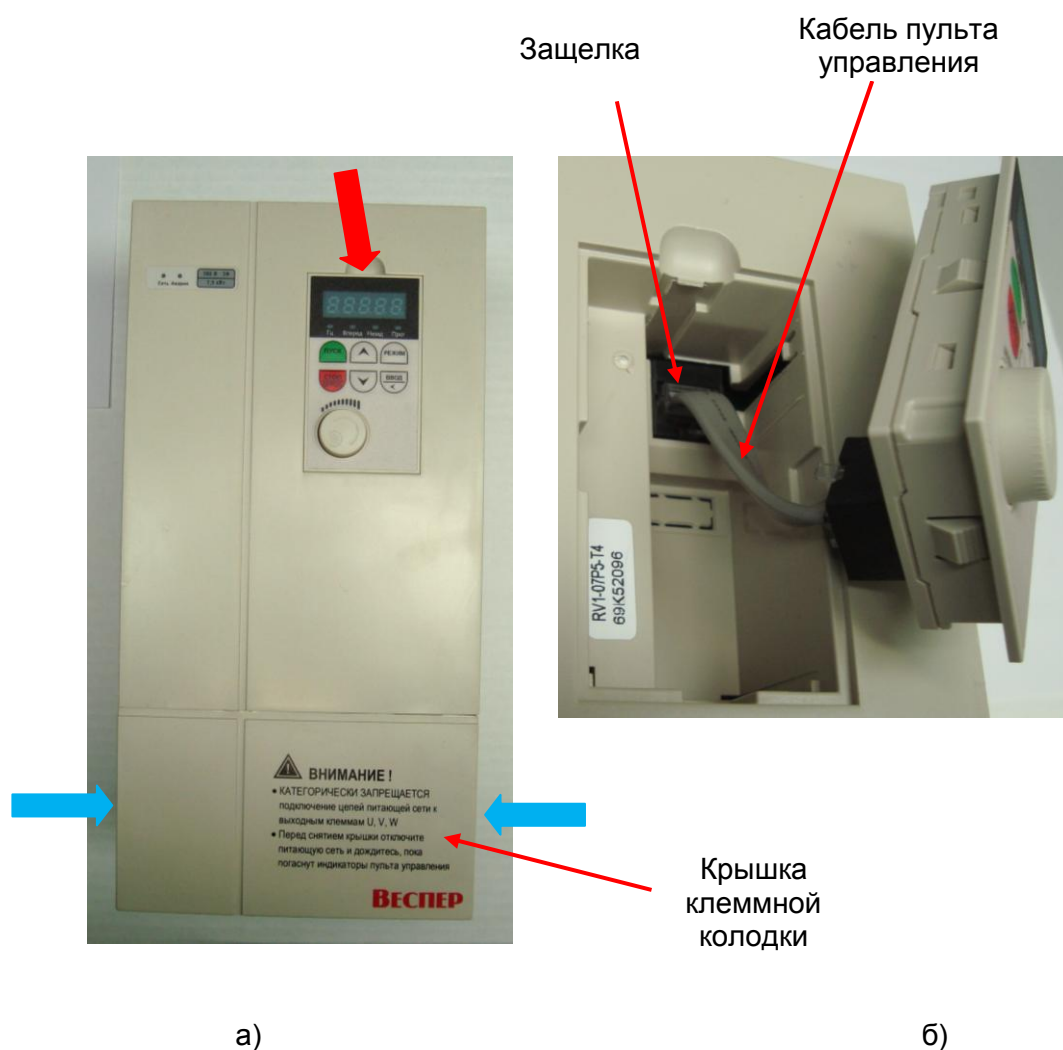

Рис. 6.1
6.1.1. Установить ПЧ на рабочий стол, надавить отверткой на защелку на верхней поверхности пульта управления (красная стрелка, рис.6.1,а), приподнять пульт и вынуть его из корпуса ПЧ (рис. 6.1,б).
6.1.2. Нажать на защелку (рис. 6.1,б) и демонтировать пульт управления вместе с кабелем.
6.2.1 Нажать на боковые защелки в указанном направлении (синие стрелки, рис.6.1,а), потянуть крышку клеммной колодки вверх, снять ее и положить в тару.